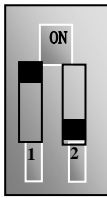

图 4-4
- (5) 对于 EP66 系列 15kW 及其以下功率变频器控制端子排附近有一个两位红色拨码开关 SW1，如图 4-4 所示。拨码开关的作用是选择模拟量输入端子 AI2 的电压信号 (0~5V/0~10V) 或电流信号，出厂值默认为电流通道。使用时通过 F203 选择模拟量输入通道。按图示把开关 1 拨到 ON 位置，2 拨到 OFF 位置，选择 0~20mA 电流调速。具体拨码开关的位置与调速方式详见下表 4-2。